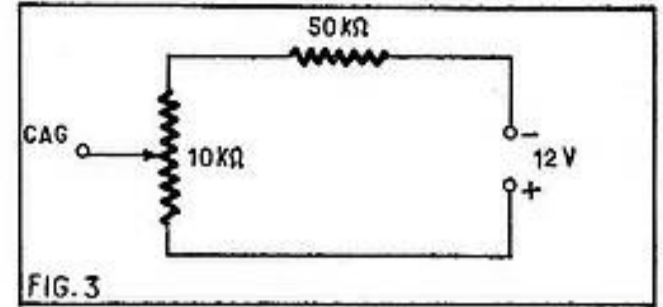

FIG. 3
c) Vérification de la tension d'émetteur en fonction de la polarisation de base : le voltmètre est branché aux bornes de la résistance de 330Ω . Si la tension mesurée est 6 volts, le courant I_E est évidemment égal à $I_E = E/330$ ampères. On débranche la ligne de CAG de la source de tension CAG et on branche le point « CAG » au curseur d'un potentiomètre de $10 \text{ k}\Omega$ connecté entre les deux lignes d'alimentation (voir figure 3). En tournant le curseur depuis le point + vers l'autre extrémité, on polarise la base de plus en plus négativement donc I_E augmente et la tension de polarisation d'émetteur augmente aussi en valeur absolue.